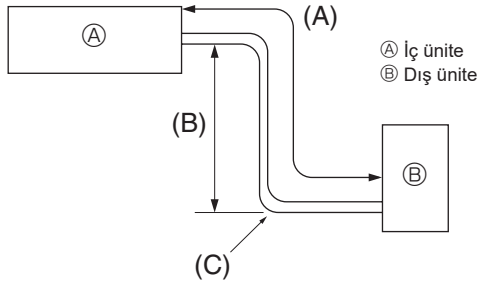

Fig. 5-1
5.1. Soğutma borusu (Fig. 5-1)